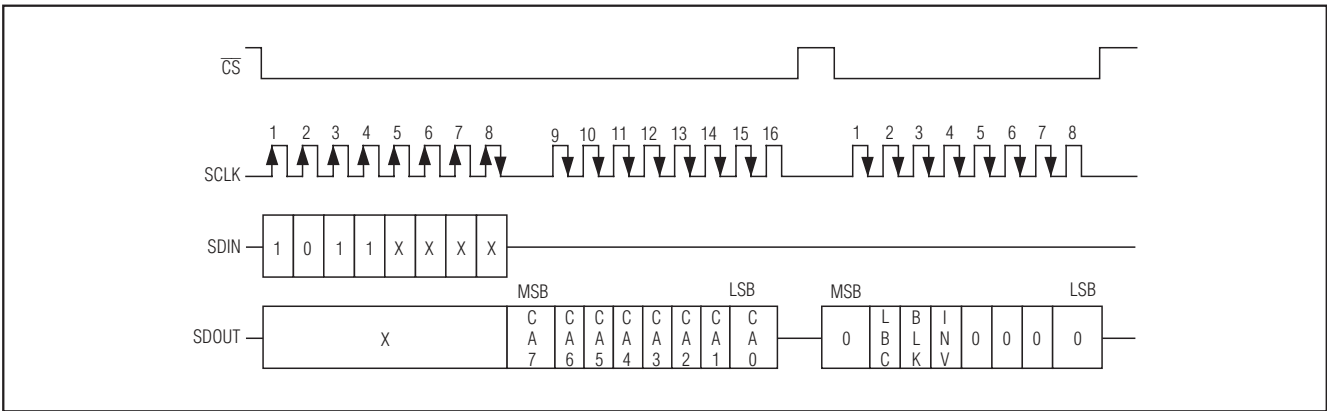

图20. 在16位工作模式下，读取字符地址和字符属性字节
- 2) 在16位工作模式时，从显示存储器读取字符数据是24位操作(8位地址以及16位数据)，参考图20。